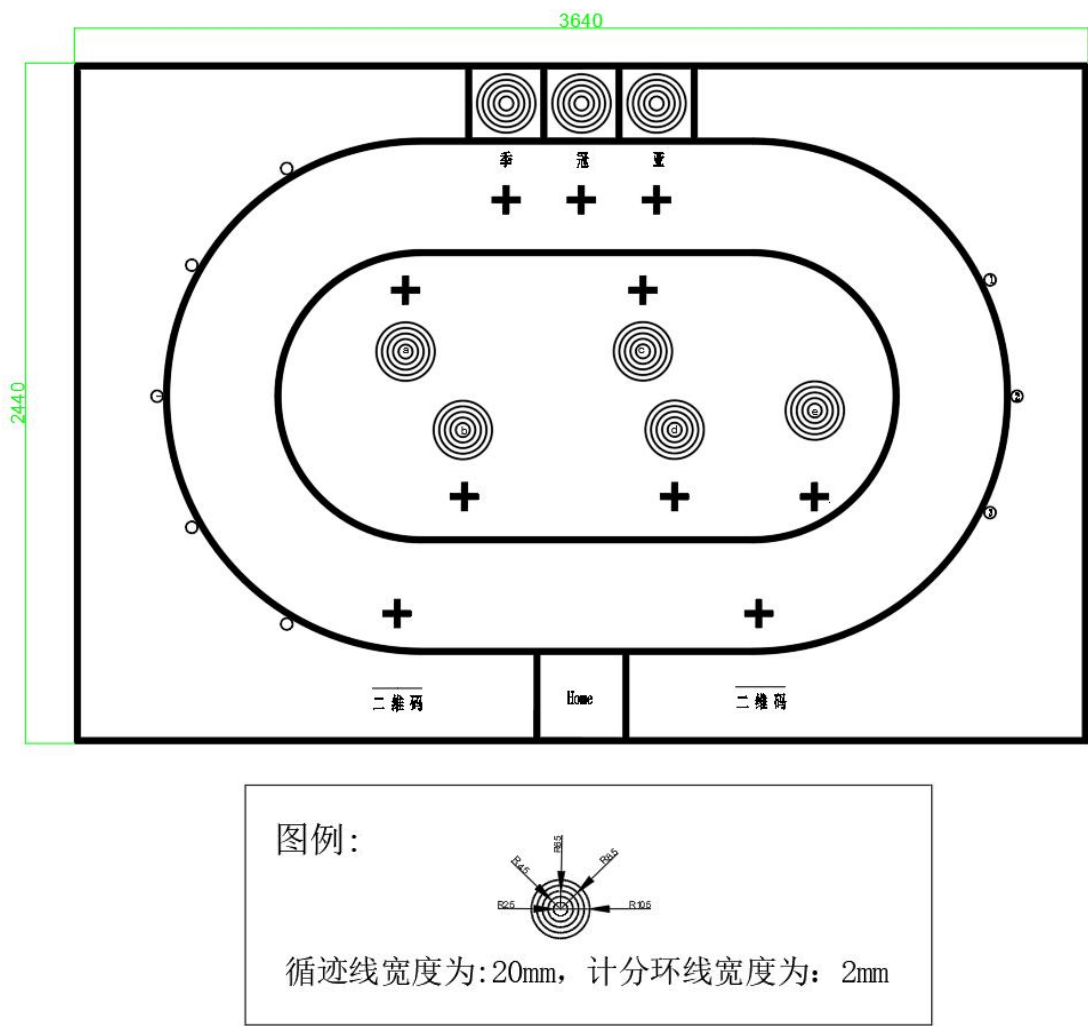

图 1 场地示意图
1、出发区（HOME）：如图 1 所示，出发区为边长为 320mm 的正方形。出发时机器人的所有部位必须在出发区内；
2、物料摆放点：如图 1 所示，物料摆放点包括两部分：第一物料摆放点位于地图左侧；第二物料摆放点位于地图右侧。
3、物料目标区：如图 1 所示，物料目标区分为两部分。第一部分位于场地中间；第二部分位于场地上方。物料目标区中心向外，半径分别为 25mm、45mm、65mm、85mm、105mm 的圆环分值标识分别为 10、8、6、4、2。